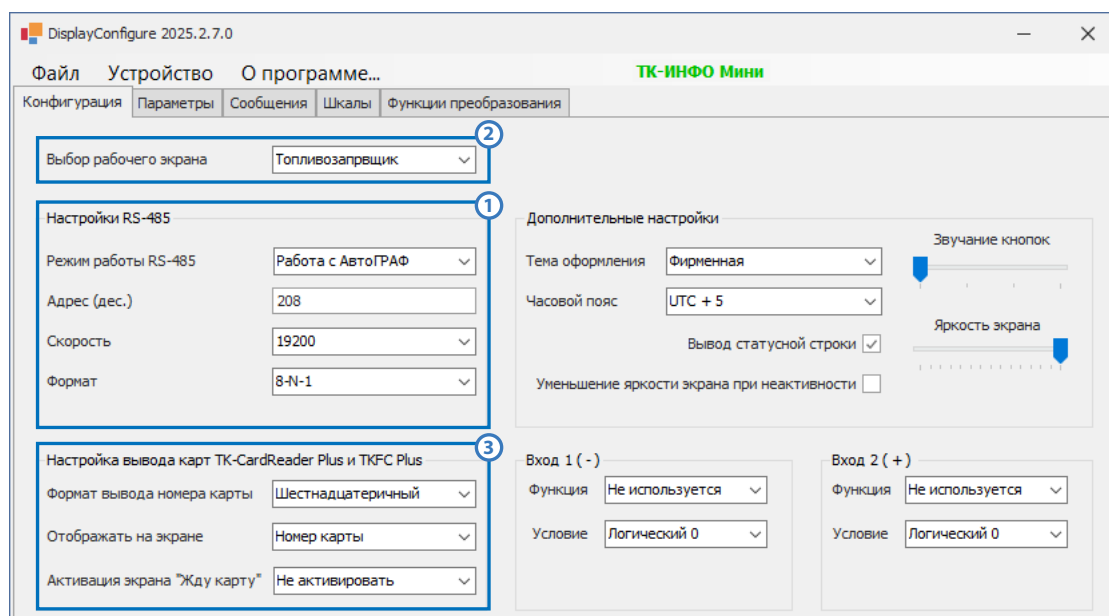

Рис.16. Настройка работы с TKFC Plus или TK-CardReader Plus
2. В разделе «Настройки RS-485» (**Рис.16, п.1**):
3. Чтобы на экране устройства выводилась информация, полученная от TKFC Plus или TK-CardReader Plus, в поле «Выбор рабочего экрана» выбрать режим «Топливозаправщик» или «Считыватель карт» соответственно (**Рис.16, п.2**).
4. В разделе «Настройка вывода карт TK-CardReader Plus и TKFC Plus» (**Рис.16, п.3**):